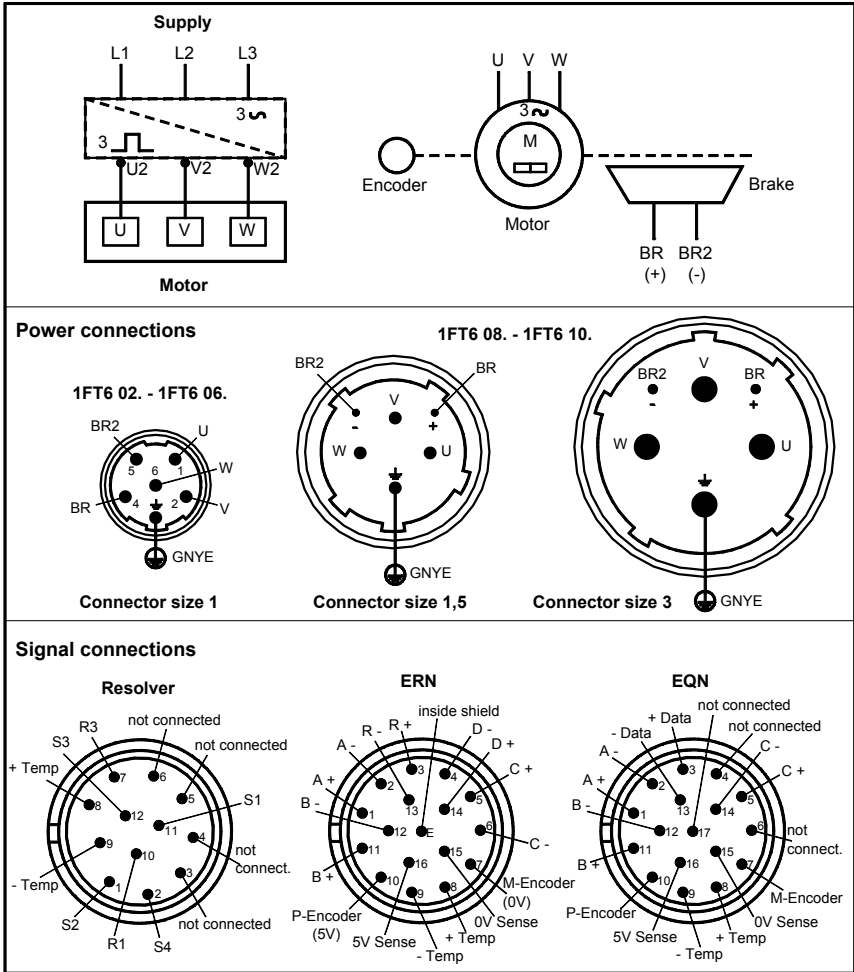
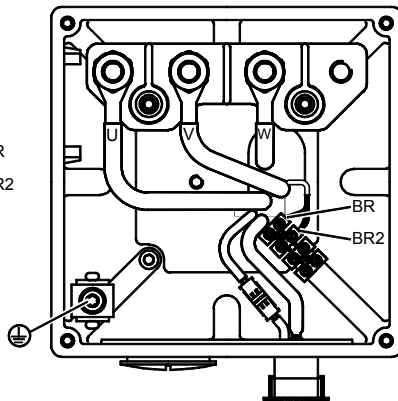

Fig. 6 Schaltungen
Fig. 8 Klemmenkasten
- Daten des Typenschildes (Kap. 3.1) und Angaben der Schaltbilder (Fig. 6) beachten.
2. Steckerbelegung nach Fig. 6 ausführen, Schutzleiter anschließen.
3. Bremse über Leistungsstecker nach Fig. 6 anschließen.
2. Steckerbelegung nach Fig. 6 ausführen.
1. Klemmenbelegung im Klemmenkasten nach Fig. 8 ausführen, Schutzleiter anschließen.
- Anschluss der Bremsen über Leistungsstecker (Fig. 6) oder Klemmenkasten (Fig. 8).
Dazu an Pins BR, BR2 (Fig. 6, Fig. 8) 24 V DC $\pm 10\%$ anlegen und freien Lauf des Läufers (keine Schleifgeräusche) feststellen.